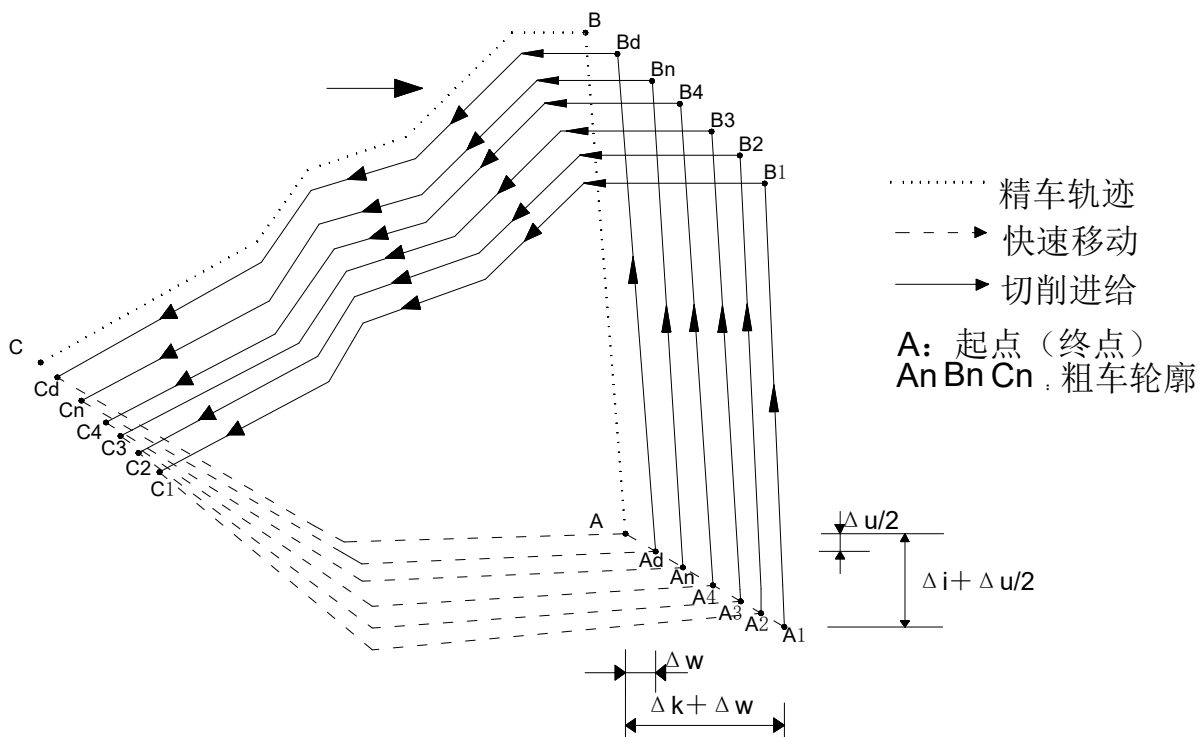

图 3-31 G73 代码运行轨迹
(3)定义精车轨迹的若干连续的程序段, 执行G73 时, 这些程序段仅用于计算粗车的轨迹, 实际并未被执行。系统根据精车余量、退刀量、切削次数等数据自动计算粗车偏移量、粗车的单次进刀量和粗车轨迹, 每次切削的轨迹都是精车轨迹的偏移, 切削轨迹逐步靠近精车轨迹, 最后一次切削轨迹为按精车余量偏移的精车轨迹。G73 的起点和终点相同, 本代码适用于成型毛坯的粗车。G73 代码为非模态代码, 代码轨迹如图3-31。
代码执行过程: 如图 3-31。